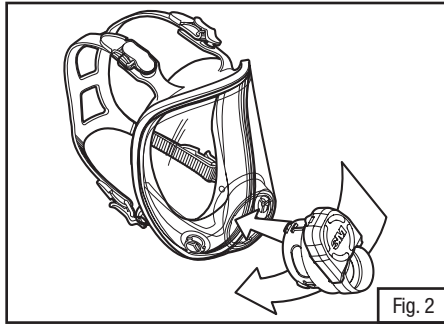

Fig. 2
- Deslice el adaptador en el puerto del visor (Fig. 2).
- Vuelva a instalar el adaptador central en el visor de la pieza facial (Fig. 2).